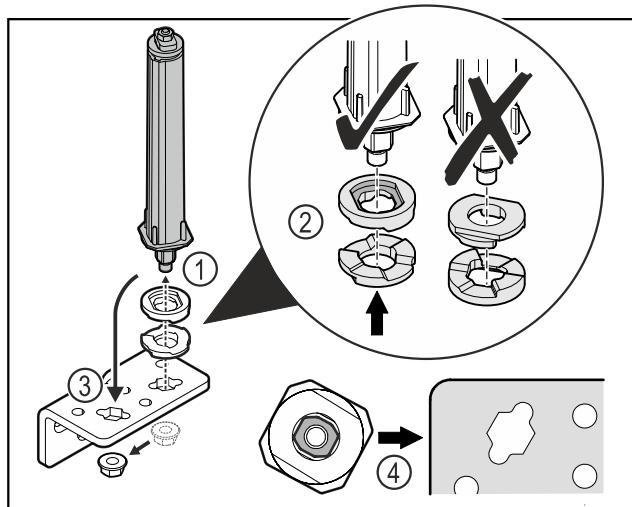

Fig. 40
- Відкрутити гайку і зняти систему запирання дверей Fig. 40 (1).
- Слідкувати за правильним розташуванням шайб для регулювання висоти Fig. 40 (2).
- Переставити систему запирання дверей у шарнірному кутику і зафіксувати гайкою Fig. 40 (3).
- Під час встановлення слідкувати за правильною орієнтацією системи запирання дверей Fig. 40 (4).